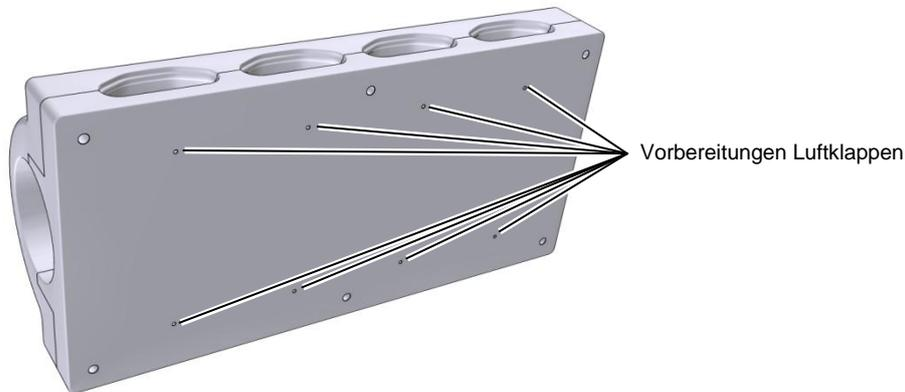

Abb. 7 Nicht erforderliche Vorbereitungen durch Klebepunkte verschließen
- Verschließen Sie zunächst auf der Rückseite des Luftverteilers alle nicht benötigten Luftklappenvorbereitungen mit den mitgelieferten Gewebeklebebanden (siehe Abb. 7). Entnehmen Sie Ihren Planungsunterlagen, welche Auslässe mit einer Luftklappe versehen werden.